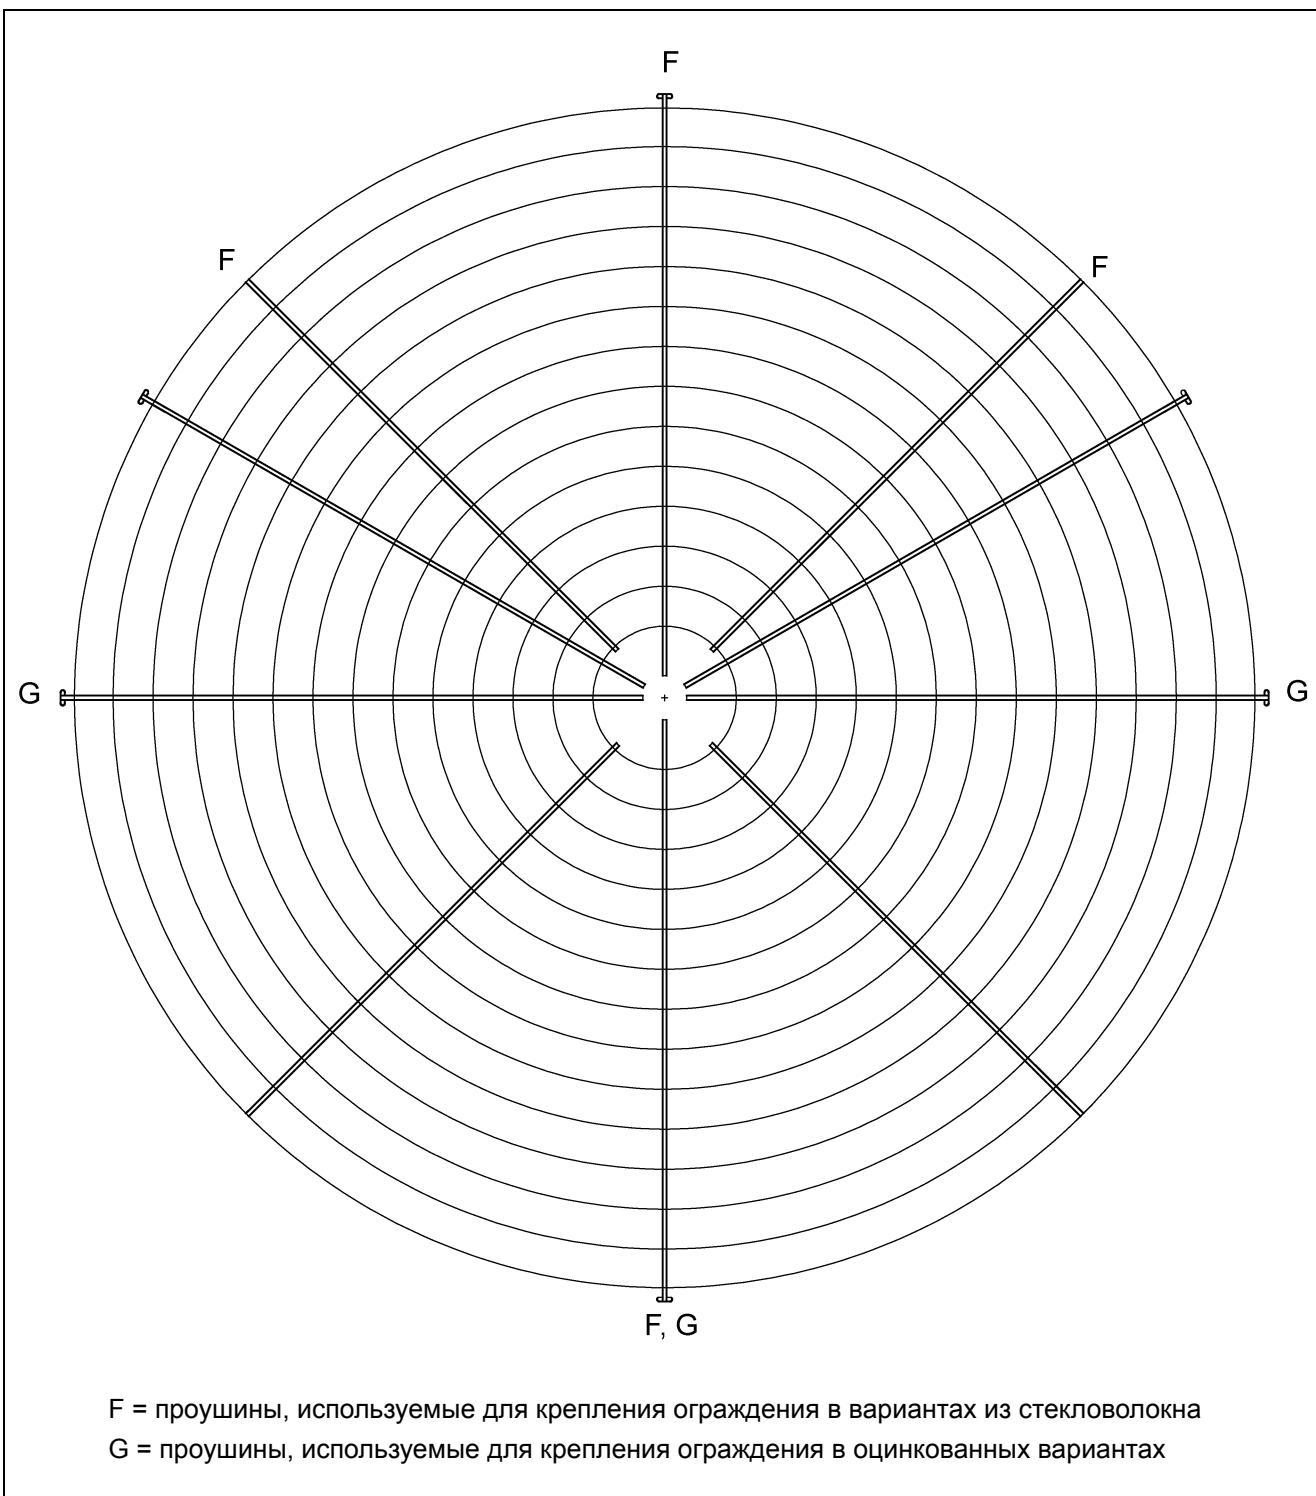

Рисунок 9D
Деталь ограждения с соответствующими проушиными, используемыми с вентиляторами из стекловолокна, показана на Рисунок 9D ниже. Вставляйте ограждение в вентилятор, пока проушины не коснутся центра каждой панели конуса. Наметьте и просверлите три (3) отверстия $7/16"$ в центре каждой панели конуса. Для крепления ограждения используйте болты $1\frac{1}{2}"$, увеличенные шайбы и фланцевые гайки. Равномерно затяните крепежные детали.